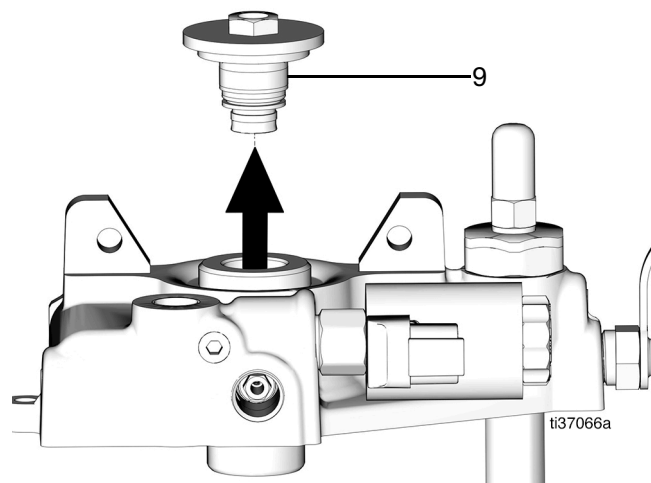

図 47
30. 上部のハウジングにある保持ナット (9) を取り外してください (図 47)。